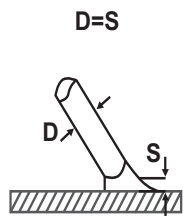
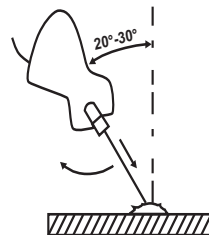

рис. 2
рис. 3
7.6 Как только произойдет зажигание дуги, электрод нужно держать на таком расстоянии **S** рис. 2 от обрабатываемого материала, которое соответствует диаметру электрода **D** рис. 2. Для получения равномерного шва далее необходимо соблюдать эту дистанцию по возможности постоянной. Также необходимо помнить, что наклон оси электрода должен быть примерно 20-30 градусов. (рис. 3).